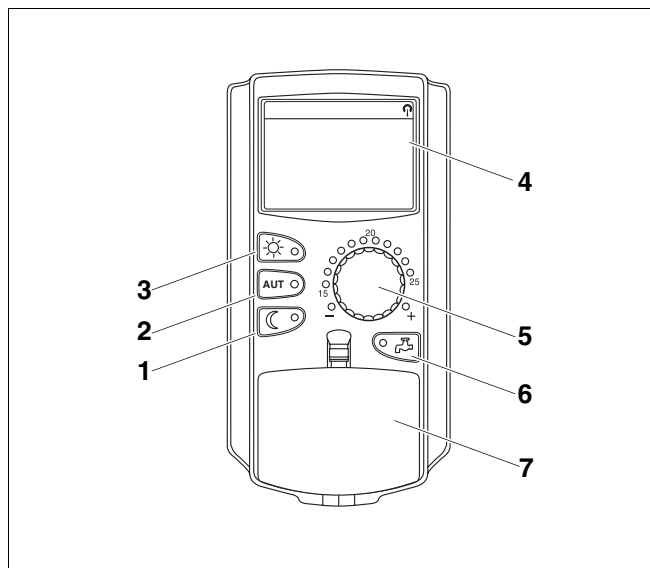

Fig. 7 Unità di servizio MEC 2
Nel Display (fig. 7, **pos. 4**) sono visualizzate funzioni e valori di esercizio, p.e. la temperatura ambiente misurata.
Con la manopola girevole (fig. 7, **pos. 5**) potete impostare nuovi valori oppure muovervi nei menu.
Alcune funzioni, p.e. la temperatura ambiente diurna, la temperatura ambiente notturna, event. la temperatura dell'acqua calda oppure l'esercizio di riscaldamento automatico, possono essere raggiunte direttamente tramite i corrispondenti tasti (fig. 7, **pos. 1 fino a 3 e 6**).
Dietro uno sportellino (fig. 7, **pos. 7**) si trovano i tasti per ulteriori impostazioni, p.e. per inserire i giorni della settimana oppure regolare l'ora.